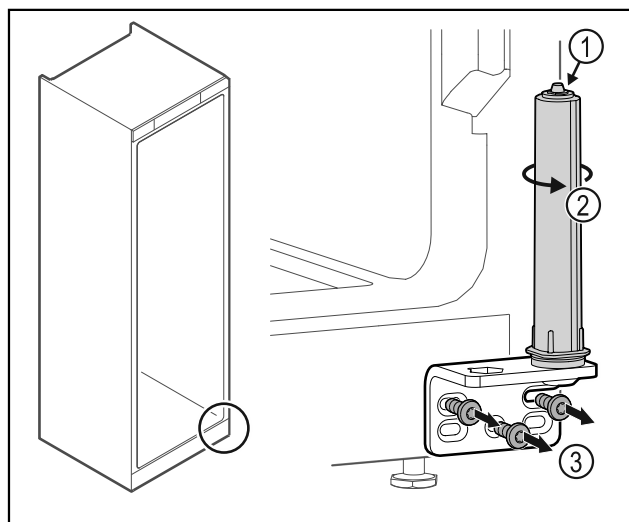

Fig. 31
- Ne razstavite sistema za zaklepanje vrat Fig. 31 (1).
- Obračajte zaporni sistem Fig. 31 (2), dokler ne klikne.
- Odvijte kotnik tečaja vrat Fig. 31 (3).